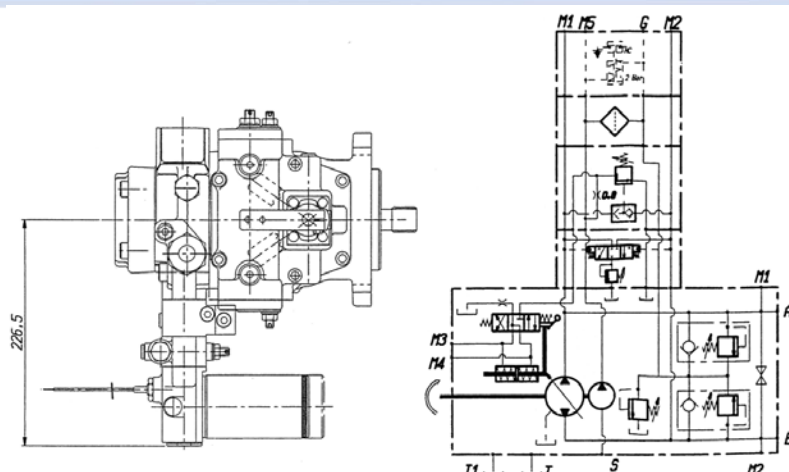

Рис. 24. «Промывочный» распределитель с ограничителем мощности и фильтром в напорной гидрелинии подпиточного насоса.
- «Промывочный» распределитель с ограничителем мощности и фильтром в напорной гидролинии подпиточного насоса (рис. 24).